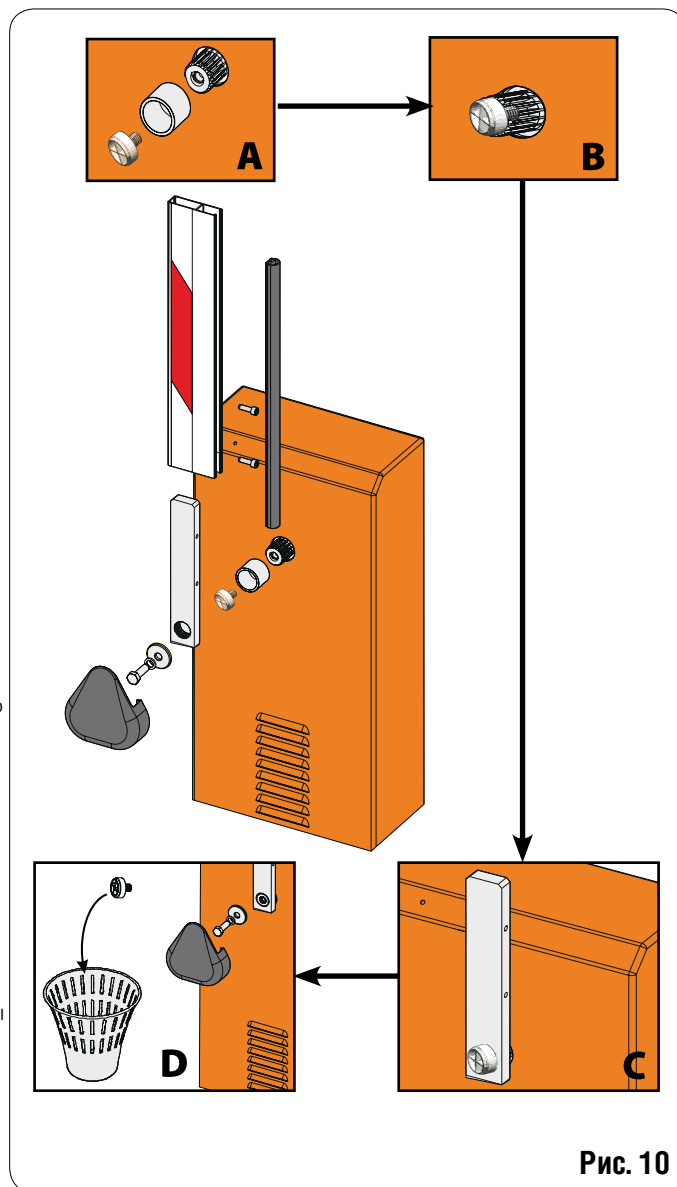

Рис. 10
- Соберите стрелу (Рис. 10 и 11), демфер должен "смотреть" в направлении закрытия